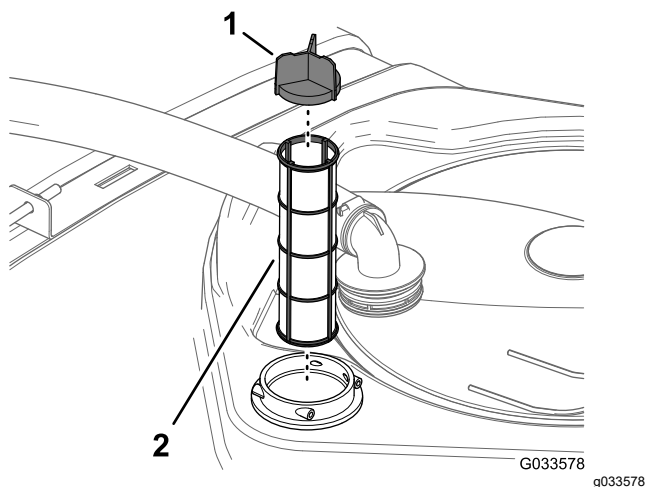

Рисунок 59
- Извлеките старый фильтр линии всасывания из его корпуса в баке (Рисунок 59).